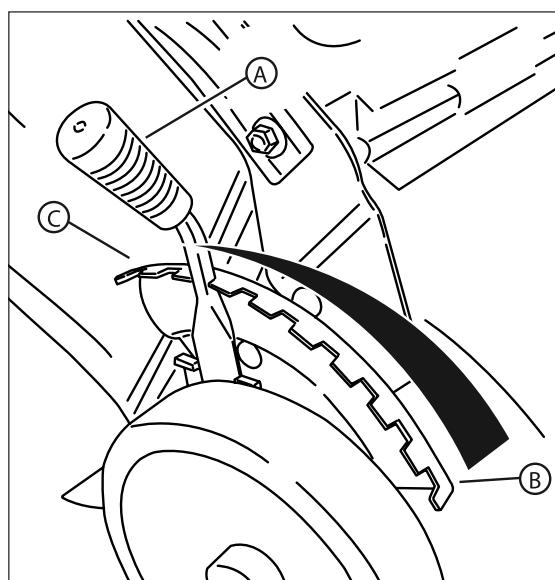
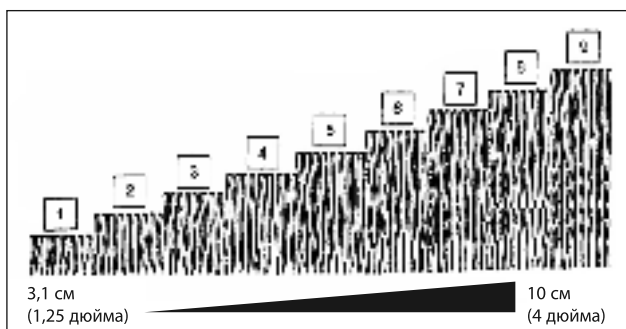

Рис. 9. Регулирование высоты скашивания.
Рис. 10. Уровни среза (приблизительно)
1. Вытяните наружу рычаг регулировки высоты (А, рис. 9) и переведите в положение, соответствующее желаемой высоте среза. Наивысшему положению среза соответствует прорезь 9 (В; см. также рис. 10). Наинизшему положению среза соответствует прорезь 1 (С).